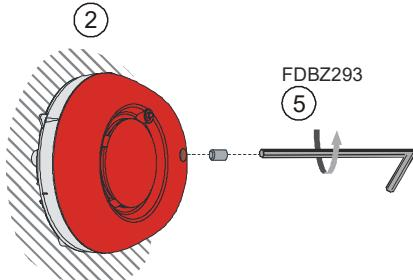

Fig. 2
- Install the detector locking device FDBZ293 in the alarm sounder (Fig. 2).
- Montieren Sie bei Bedarf die Melderarretierung FDBZ293 in den Alarmtongeber (Fig. 2).
- Si besoin, monter un verrou de détecteur FDBZ293 dans le diffuseur sonore (fig. 2).
- Si lo desea, Monte el dispositivo de bloqueo del detector FDBZ293 en la sirena de alarma (Fig. 2).
- Se necessario montare nella sirena d'allarme il dispositivo di bloccaggio rivelatore FDBZ293 (Fig. 2).